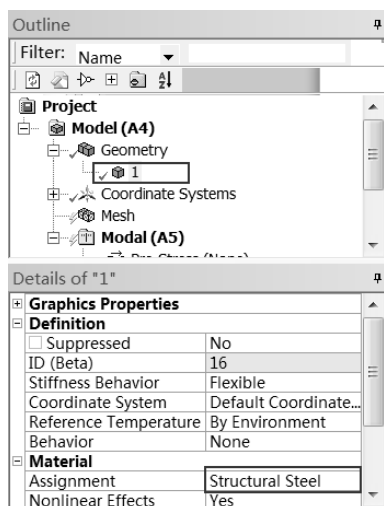

图 6-14 添加材料
Step2：选择 Mechanical 界面左侧 Outline（分析树）中的 Geometry 下的 ComputerCase，此时即可在 Details of “1”（参数列表）中给模型添加材料，如图 6-14 所示。